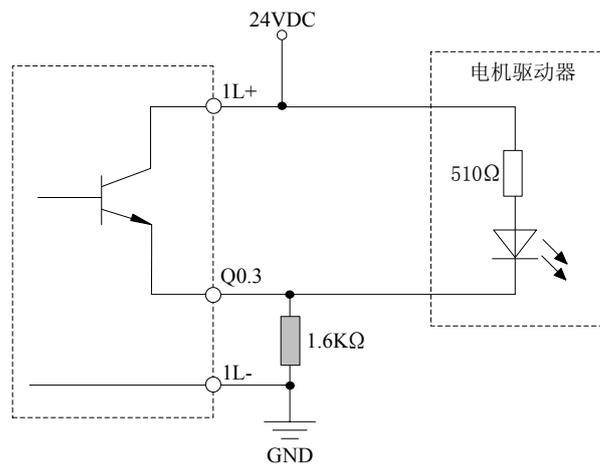
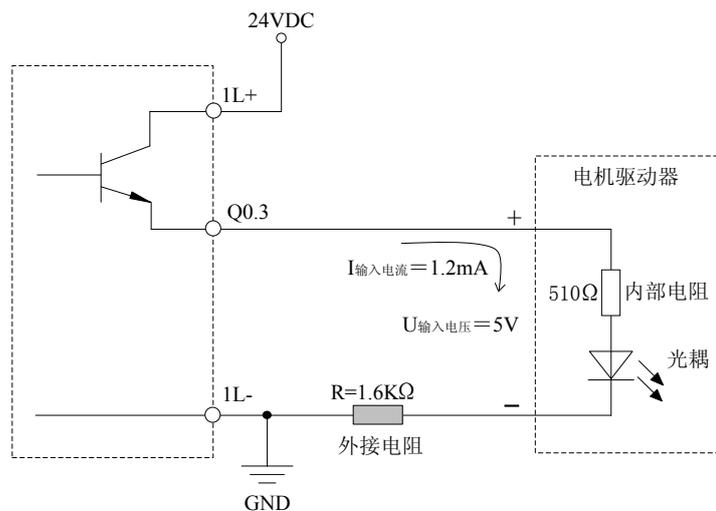

图2.4.2 LM3106高速输出与电机接线示例I(Q1.1接法相同)
图2.4.3 LM3106高速输出与电机接线示例2(Q1.1接法相同)
- 图2.4.2、图2.4.3是高速输出端子与电机驱动器的两种接线示意图，其中外接 $1.6\text{K}\Omega$ 电阻适用于输入电压为5V、输入电流为12mA的电机驱动器。图2.4.2的接线方式抗干扰能力强，推荐选用此接线方式。图2.4.3的接线方式，适用于对精度要求不高的场合。
例如，要求输入电流  $I=12\text{mA}$ ，驱动器两端输入电压为  $U=5\text{V}$ ，则输出回路中需要串入电阻  $R = \frac{24 - 5}{12} = 1.6\text{K}$ ，如图2.4.3所示。